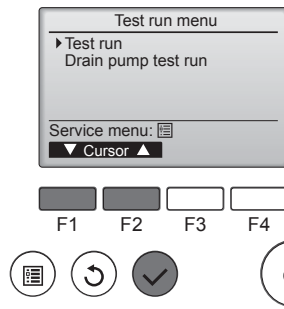

Fig. 5-4
- 4 С помощью кнопки [F1] или [F2] выберите пункт "Test run" (Тестовый прогон) и нажмите кнопку . (Fig. 5-4)